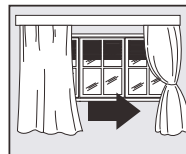

Fig. 12
- Protégez la pièce d'une exposition directe au soleil en fermant partiellement les rideaux et/ou les stores pour rendre l'appareil beaucoup plus économique à faire fonctionner (Fig. 12) ;